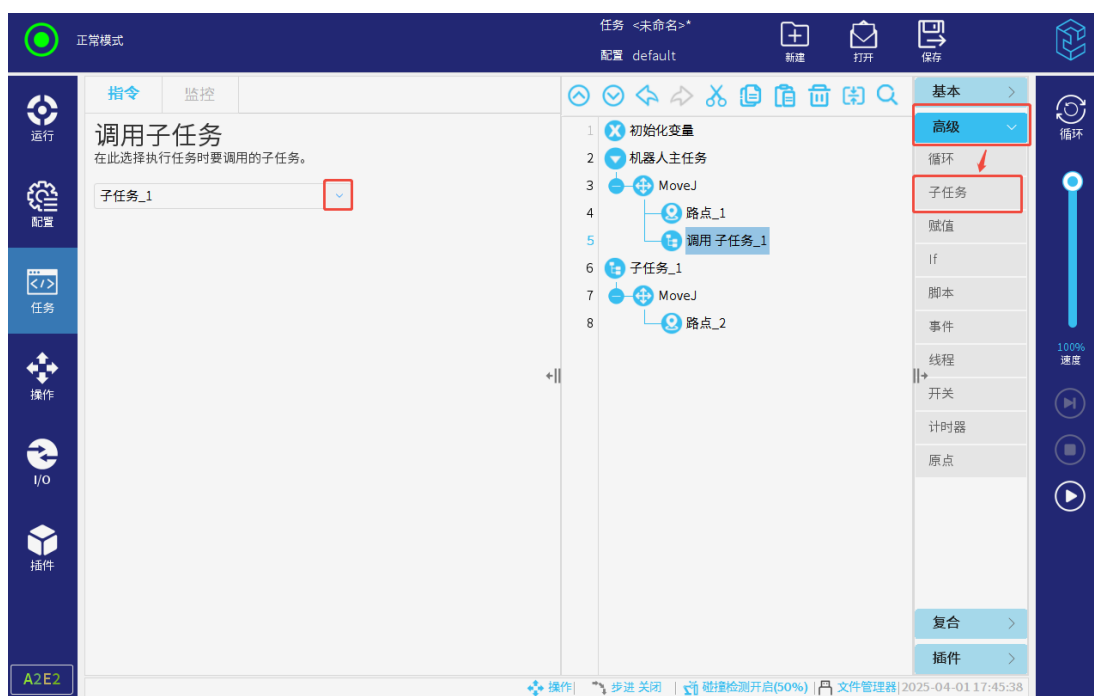

图 3-102: 调用子任务
2. 点击任务树中的“调用”，点击“新建”或选择已存在的子任务文件，如图 3-102所示。